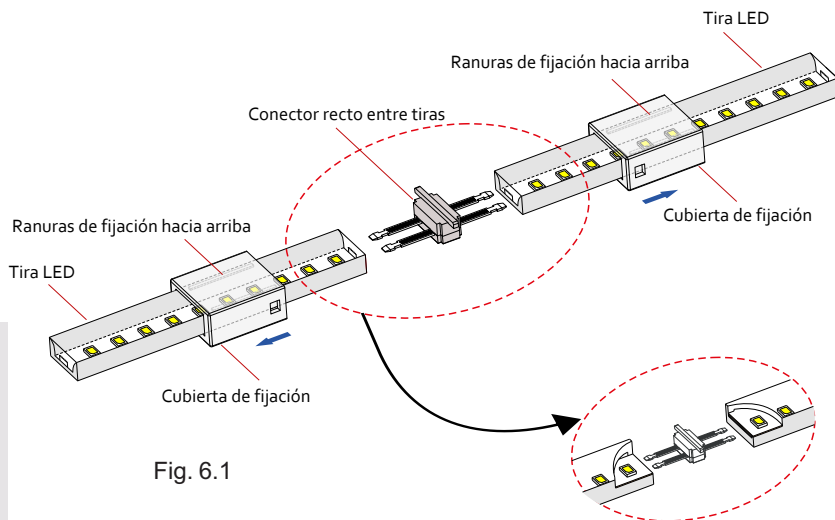

Fig. 6.1
- Fig. 6.1 — Coloque las dos cubiertas de fijación en ambas tiras (como indica la flecha azul) y asegúrese de que las dos ranuras de fijación estén hacia arriba.